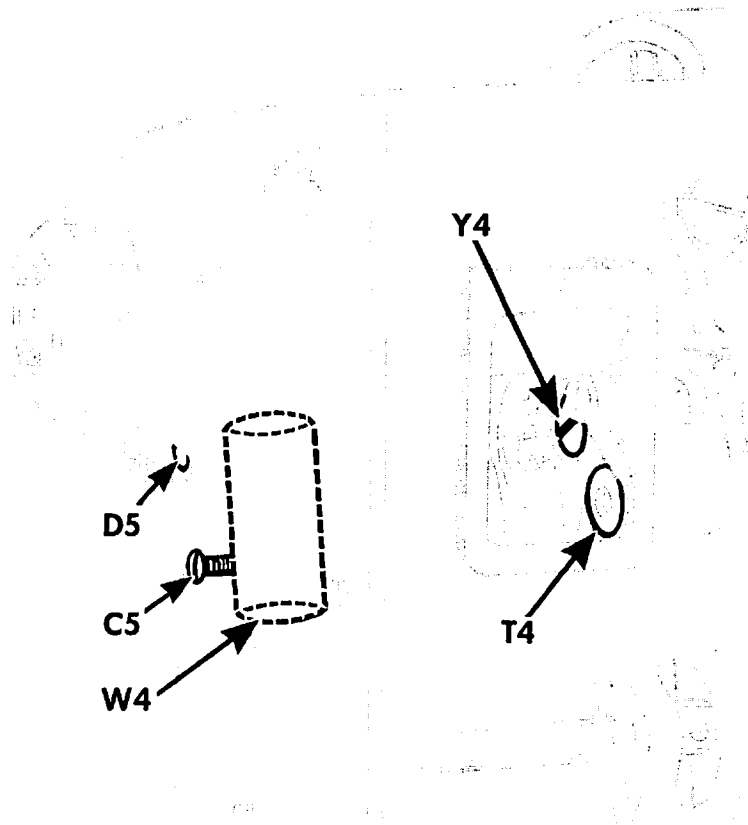

Fig. 69. Régulateur d'entraînement
4. Desserrer la vis **C5**, **Fig. 69**, de la douille.
5. Chasser la douille **W4**, **Fig. 69**, vers le haut pour la sortir de la machine.
6. Introduire un tournevis dans le trou **D5**, **Fig. 69**, et retirer la vis **Y4**, **Fig. 69**, du règle-point.
7. Retirer le règle-point **T4**, **Fig. 69**.
2. Remettre le règle-point **T4**, **Fig. 69**, et le fixer sur la fonte de la machine au moyen de sa vis **Y4**, comme illustré **Fig. 69**.
3. Remettre la douille supérieure **W4**, **Fig. 69**, en la chassant vers le bas pour l'amener en position dans la fonte de machine. Resserrer la vis **C5** de la douille.